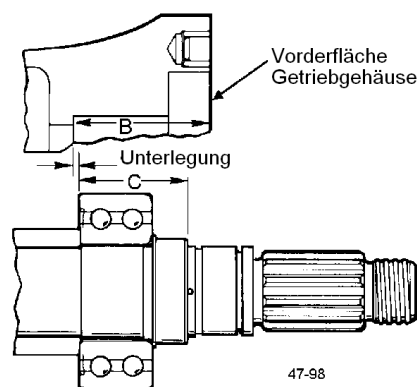
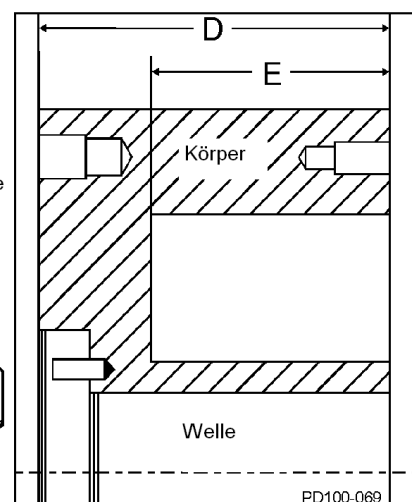

Abb.84 Messung Maße B und C
Abb.85 Messung der Maße D und E
4. Wenn es notwendig ist, die geforderten Distanzscheiben für Ersatzwellen, Lager oder beides zu berechnen, siehe Abb. 84 und Abb. 85; führen Sie die Messungen und Berechnungen auf drei Dezimalstellen durch (z.B. 0,059).
- Messen Sie „B“ im Getriebegehäuse u. „C“ auf der Welle (Abb. 84).
Tab.3 zu Abb.84 und 85